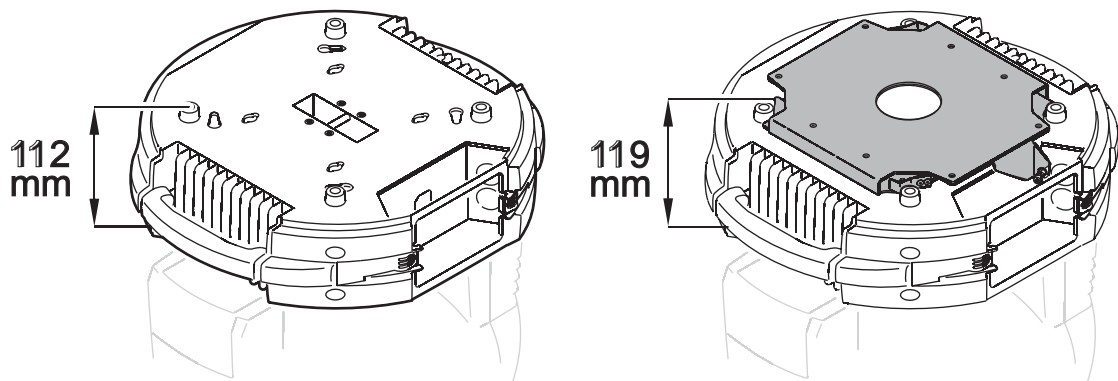

Bild 7: Masse des Schnellbefestigungs-Adapters
8. Siehe Bild 7. Der Schnellbefestigungs-Adapter ist 7 mm hoch.